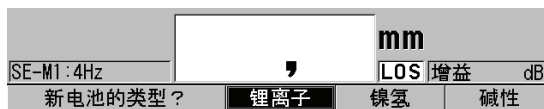

图 2-5 选择新电池类型
14. 回答出现在屏幕底部的问题（参见第 31 页的图 2-5）：